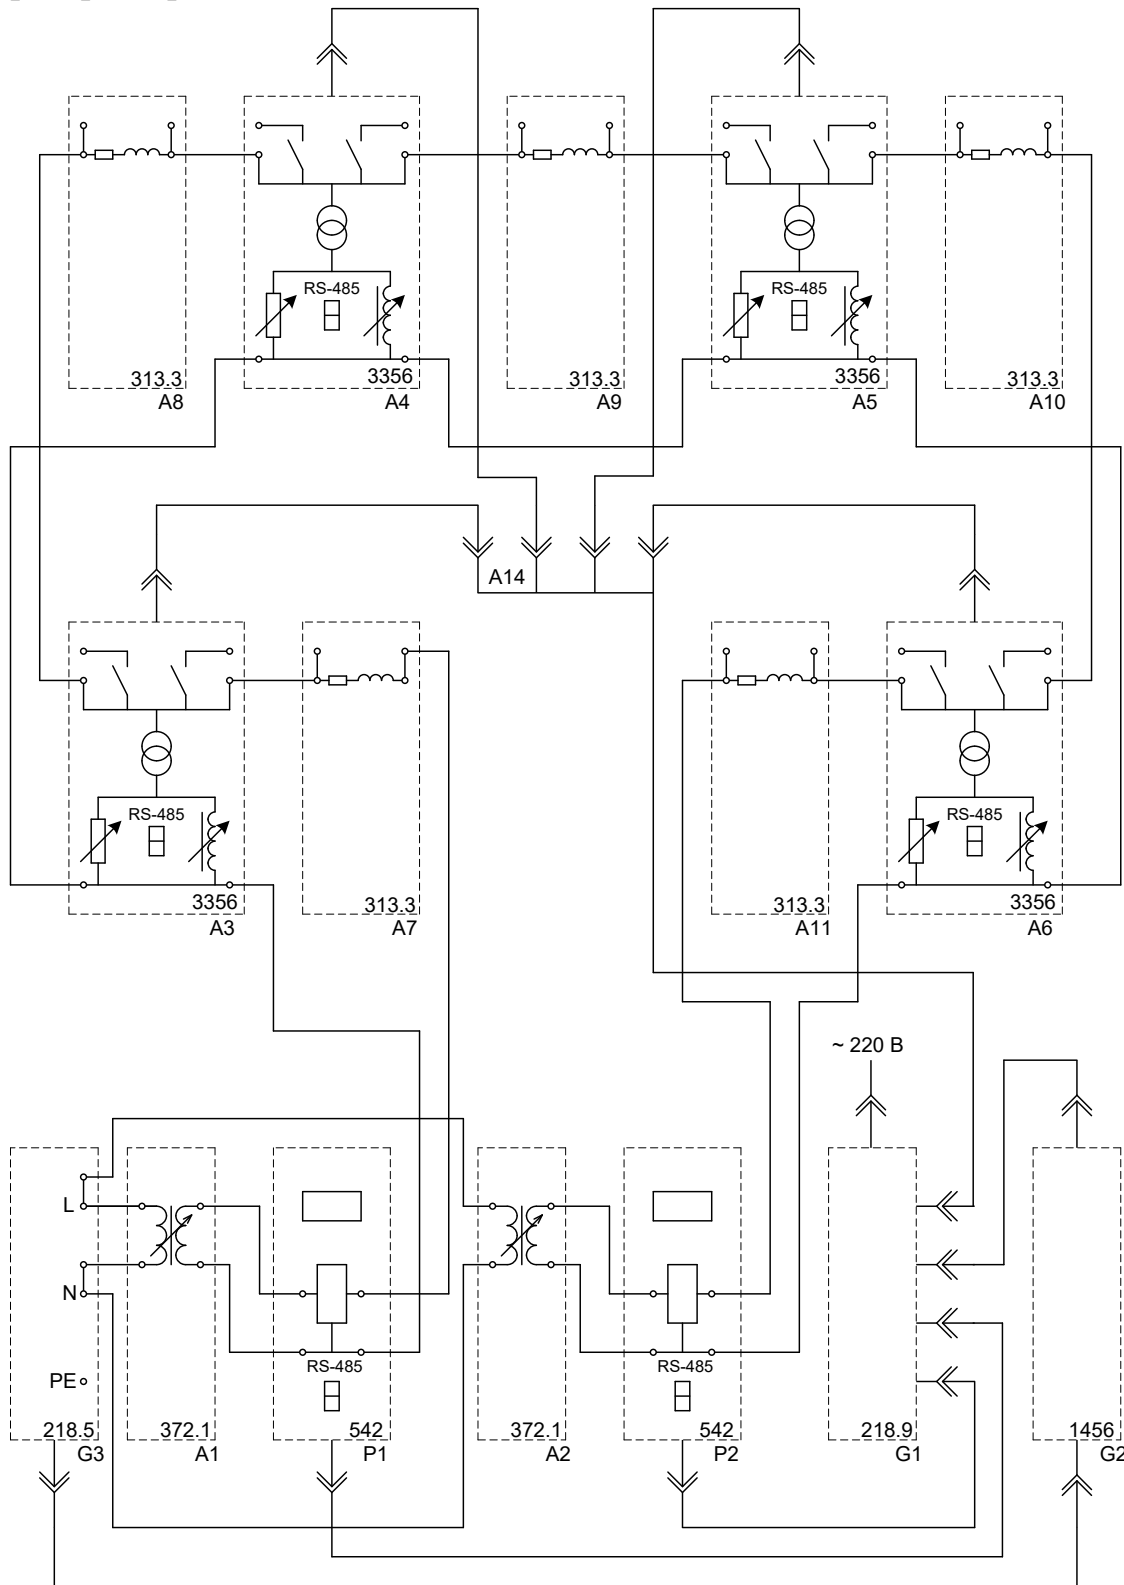

Рисунок 4.1 - Схема для определения точки нормального разрыва в местной распределительной электрической сети
3. Соедините аппаратуру в соответствии со схемой электрической соединений (рисунок 4.1).
3. Соедините аппаратуру в соответствии со схемой (рисунок 4.1).